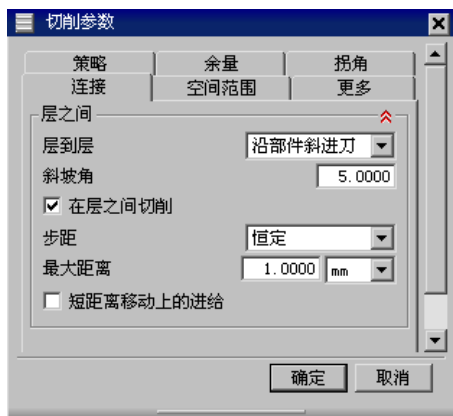

图 7.17 “连接”选项卡
Step3. 单击 **连接** 选项卡，设置图 7.17 所示的参数。